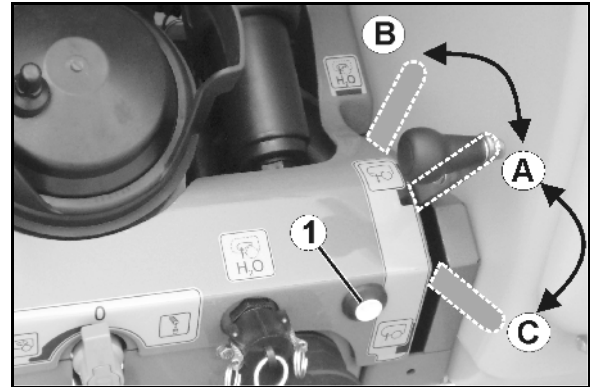

Fig. 73
- Fernbediente Umstellung von Position Spritzen (Fig. 73/A) in Position Spülen (Fig. 73/B).
Umstellung von Position Befüllen (Fig. 73/C) auf Position Spritzen (Fig. 73/A) über Bedien-Terminal oder am Bedienfeld (Fig. 73/1).